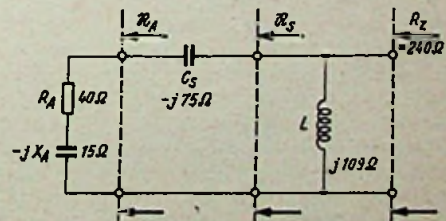

Bild 1. Schaltung zur Transformation eines Antennenwiderstandes $\mathfrak{R}_A = R_A - jX_A$ mit Serienskapazität und Parallelinduktivität
d. h. die Reihenschaltung eines ohmschen Widerstandes R_A mit einer Kapazität vom Blindwiderstand $-jX_A$. Hierfür werden nach Bild 1 gleich Zahlenwerte eingesetzt, und zwar: